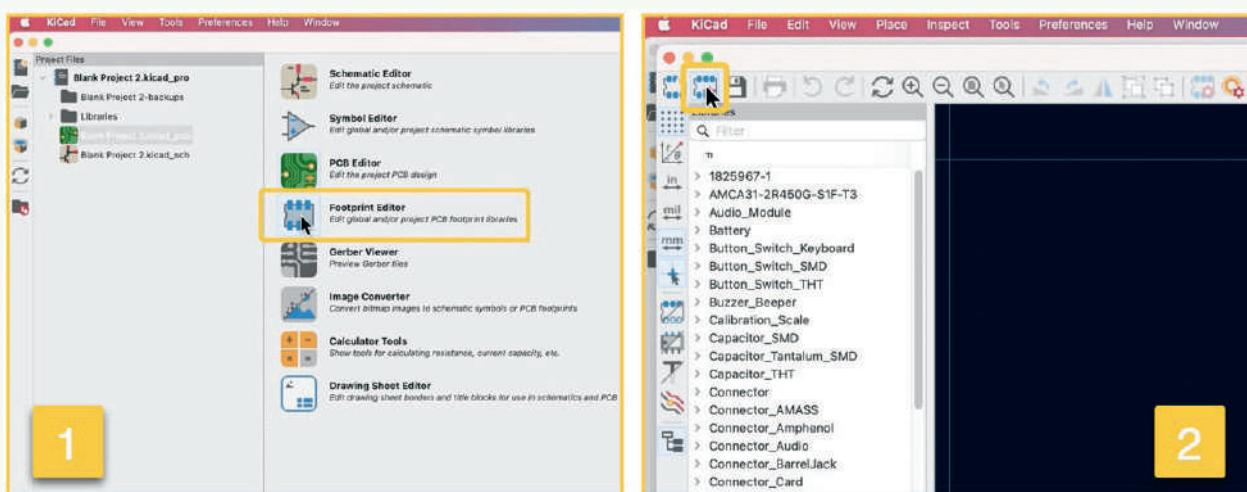

Figure 1. Démarrage de l'assistant d'empreinte.
Avec l'assistant « Footprint Wizard », vous pouvez créer rapidement et facilement une empreinte personnalisée pour un ensemble standard de composants. Supposons que vous vouliez créer une empreinte personnalisée pour un composant DIP. Depuis la fenêtre du projet KiCad (**figure 1**), démarrez *Footprint Editor* (1), puis cliquez sur le bouton *Footprint Wizard* (2). Dans la liste des générateurs disponibles dans l'assistant, sélectionnez la ligne 8, « S-DIP ».